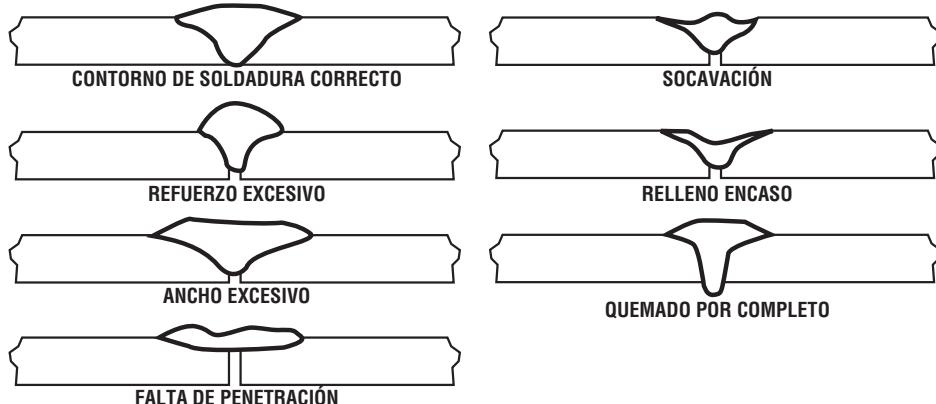

Figura 16: Características de juntas soldadas de forma correcta e incorrecta
7. Debido a que el ángulo de la llama de la boquilla está precalentando los metales delante de la soldadura, la última $1/2"$ (12,7mm) de la soldadura es fundamental. Aumente la adición de la varilla de metal de aportación para asegurar una soldadura completa y pareja. Remítase a la figura 16 para observar las características visuales de una junta soldada de forma correcta e incorrecta.